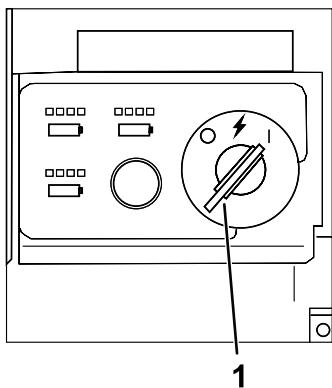

Figure 17
- Tournez la clé à la position MARCHE pour démarrer la machine (Figure 17).